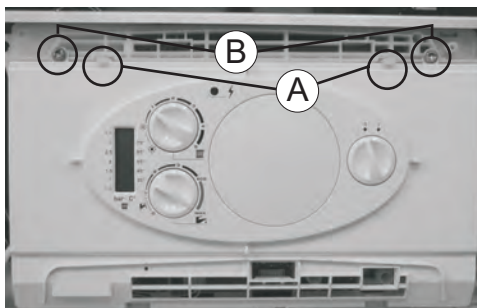

Рис. 19
- Открутите 2 блокировочных винта (В) снизу на переднем покрытии котла и снимите покрытие (рис. 19).